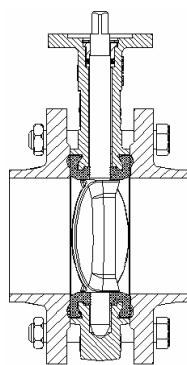

Рис. 4
3. Установите заслонку между фланцами, отцентрируйте и установите болты (см. рис. 4).